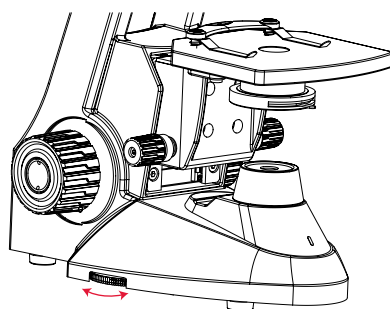

Abb. 3
- Drehen Sie den Helligkeits-Regler bis zur gewünschten Helligkeit. (Abb. 3)